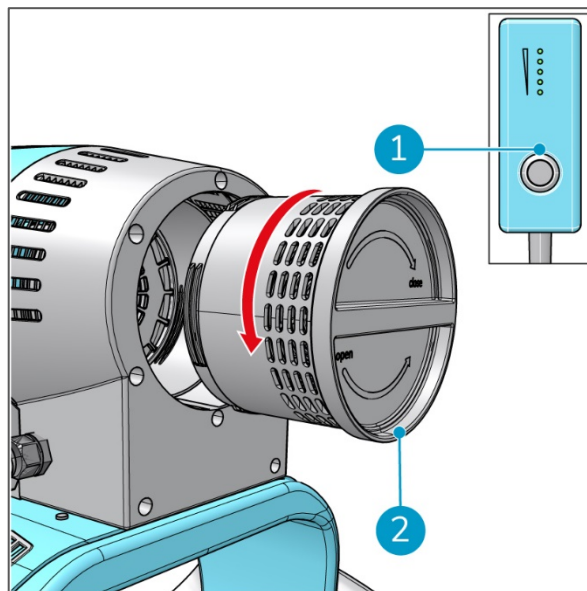

Figura 24
1. Spegnere i-move 2.5B® dall'interruttore ON/OFF (Figura 24, pos 1).
3. Ruotare l'alloggiamento del filtro (Figura 24, pos 2) in senso antiorario per rimuoverlo dalla parte inferiore di i-move 2.5B.
6. Ruotare l'alloggiamento del filtro (Figura 24, pos 2) in senso orario per riposizionarlo nella parte inferiore di i-move 2.5B.
11. Ruotare l'alloggiamento del filtro (Figura 24, pos 2) in senso orario per riposizionarlo nella parte inferiore di i-move 2.5B.